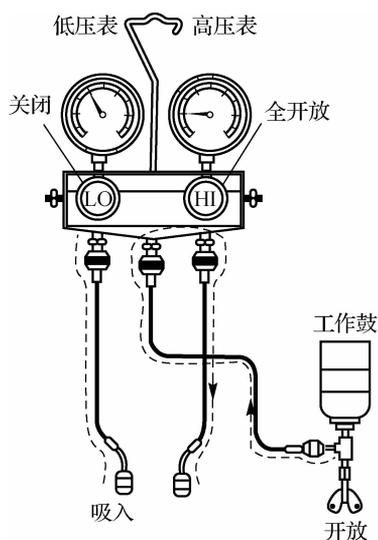

图 3-15 液态制冷剂的加注
(1) 抽完真空后, 将注入阀连接在制冷剂罐上。
(2) 将高、低压压力表的中间注入软管安装在注入阀接口上, 顺时针拧紧注入阀手柄, 使阀上的顶针将制冷罐顶开一个小孔。逆时针旋松注入阀手柄, 退出顶针, 使制冷剂进入中间注入软管。如一罐用完, 再用第二、三罐时, 仍应先关闭压力表的手动阀, 重新顶开罐孔, 中间注入软管在表头处拧松, 以排出管内空气。
(3) 拧松连接高、低压压力表中心接头的注入软管螺母, 如看到白色制冷剂气体外溢或听到“嘶嘶”声, 说明注入软管中的空气已排出, 可以拧紧该螺母。桑塔纳 2000 系列轿车制冷剂充注量为 $(1\ 150 \pm 50)$ g。
(4) 旋开高压阀, 将制冷剂罐倒立, 使制冷剂以液态注入制冷系统, 如图 3-15 所示。在充注时不得起动发动机和打开空调, 以防制冷剂倒灌。